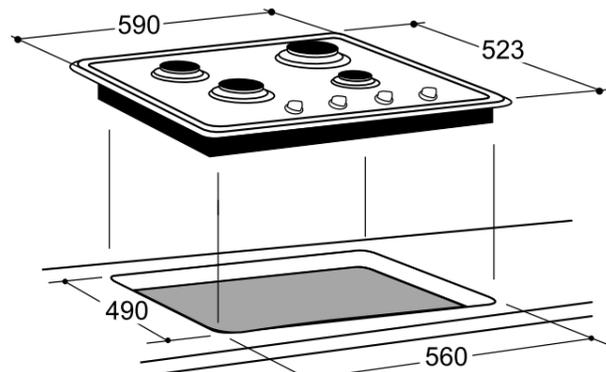

Fig. 6
1. Dans le plan de travail il faut percer un trou rectangulaire des dimensions 490 x 560 [mm]. Les dimensions sont renseignées sur le fig. 6.